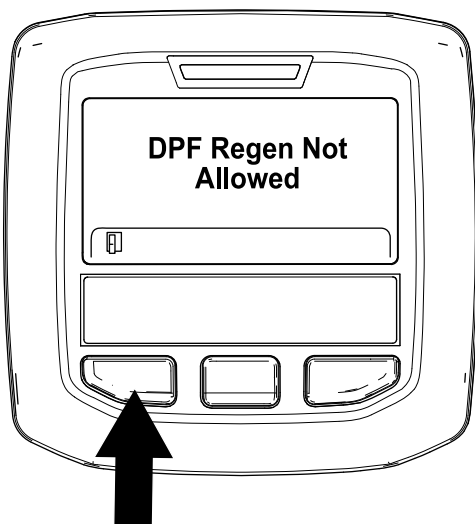

Bild 57
- Wenn der Motorcomputer die Regenerierung nicht zulässt, wird die Meldung „DPF Regen. Not Allowed“ im InfoCenter angezeigt (Bild 57). Drücken Sie die linke Taste, um den Homebildschirm anzuzeigen.